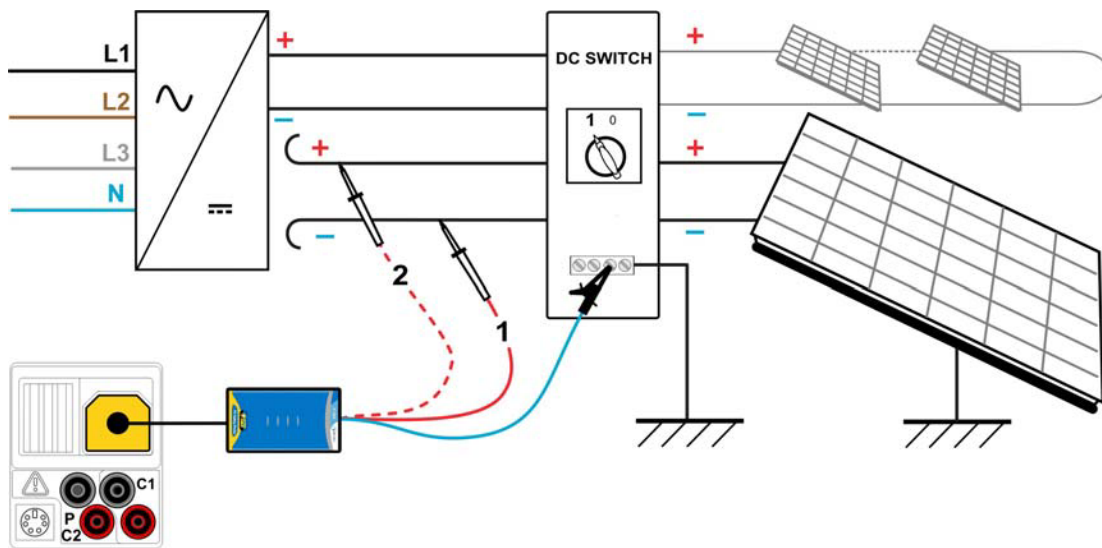

Abbildung 6.2: Anschlüsse zur Messung des Isolierwiderstands an PV-Systemen
- **Schließen Sie** den PV-Sicherheitssensor an das Messgerät an (siehe Abbildung 6.2)
- **Schließen Sie** die Zubehörteile an das PV-System an (siehe Abbildung 6.2).
- **Schließen Sie** die DC+-Leitung wieder an (siehe Abbildung 6.2).